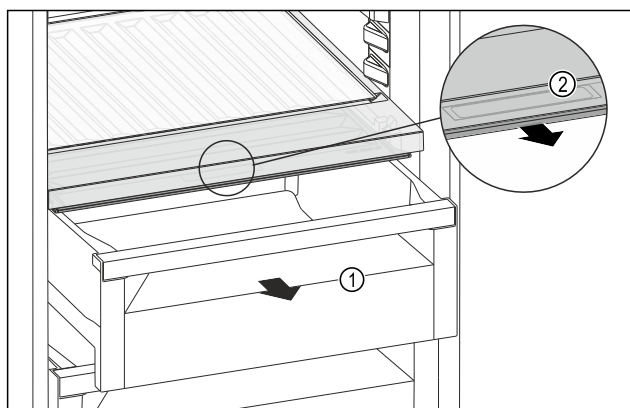

Fig. 118
- Træk skuffen Fig. 118 (1) ud.
- Tag fat i grebsforsænkningen Fig. 118 (2) i bokslåget, og træk samtidigt bokslåget frem.